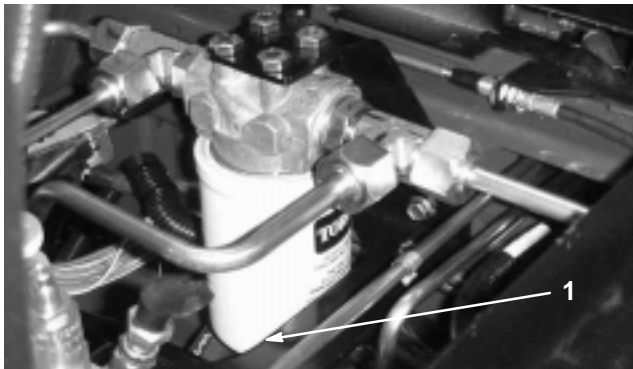

Figure 41
2. Nettoyez la surface autour de la surface de montage du filtre. Placez un bac de vidange sous le filtre et déposez le filtre (Fig. 41& 42).